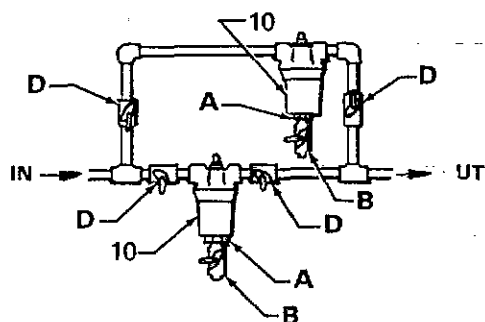

Fig 1
Siffrorna och bokstäverna inom parentes hänvisas till fig 1 och 2 och reservdelsritningen. TILLBEHÖR och TEKNISKA DATA redovisas på sista sidan.
Montera två filter som visas i fig 1. Båda filtren måste ha en bussning (A) och en avtappningskran (B) i filterhuset (10) för att avlasta färgtrycket och tappa av filtret innan filterhuset tas bort. Montera fyra avstängningsventiler (D) en på vardera sidan av filtrets in- och uttag, för att ställa om färgflödet och för att stänga av det filter som ej är i drift.